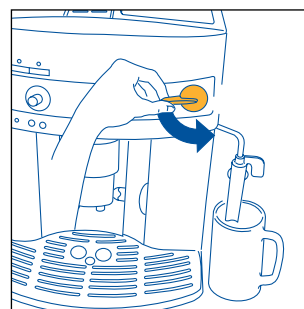

Fig.5
3. **ONMIDDELIJK DAARNA; NA MAXIMAAL 30 SECONDEN** de stoomknop helemaal tegen de wijzers van de klok draaien (fig. 5) (het is normaal dat het apparaat hier wat luidruchtig is).
- Draai de stoomknop een halve toer tegen de wijzers van de klok in (fig. 5): er drupt warm water uit het cappuccinomondstuk en in het onderliggend druiptbakkje.
- Draai de stoomknop gedurende enkele seconden volledig tegen de wijzers van de klok in om wat stoom of water af te geven (fig. 5). Op die manier elimineert het stoompijpje eventuele melkresten. **BELANGRIJK:** Om hygiënische redenen, is het raadzaam deze handeling altijd uit te voeren, om te voorkomen dat de melk stagneert in de leidingen van het cappuccinomondstuk.